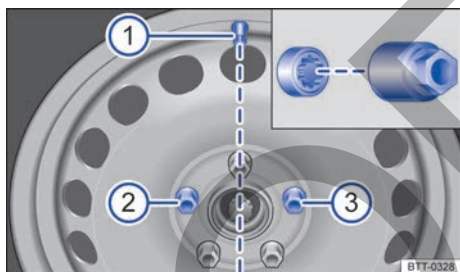

Fig. 178 Cambio de rueda: válvula del neumático ① y lugar de montaje del tornillo de rueda antirrobo ② o ③.
- Presione el tapacubos sobre la llanta haciendo coincidir el hueco para la válvula del neumático con la válvula → fig. 178 ①. Asegúrese de que todo el contorno del tapacubos quede encajado correctamente.
En las ruedas con tapacubos integrales, el tornillo de rueda antirrobo tiene que estar enroscado en la posición → fig. 178 ② o ③, tomando como referencia la posición de la válvula del neumático ①. De lo contrario, no se podrá montar el tapacubos.